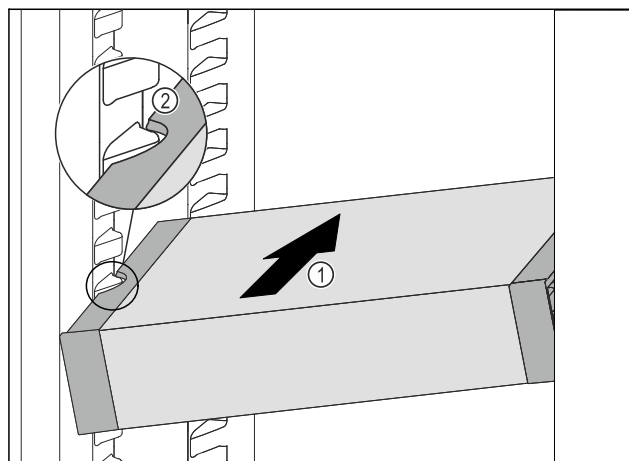

Fig. 155
- Insérer le VarioSafe en biais dans la partie réfrigérateur Fig. 155 (1) jusqu'à ce que les encoches latérales Fig. 155 (2) du VarioSafe se trouvent à la hauteur de la nervure du bac dans la partie réfrigérateur.